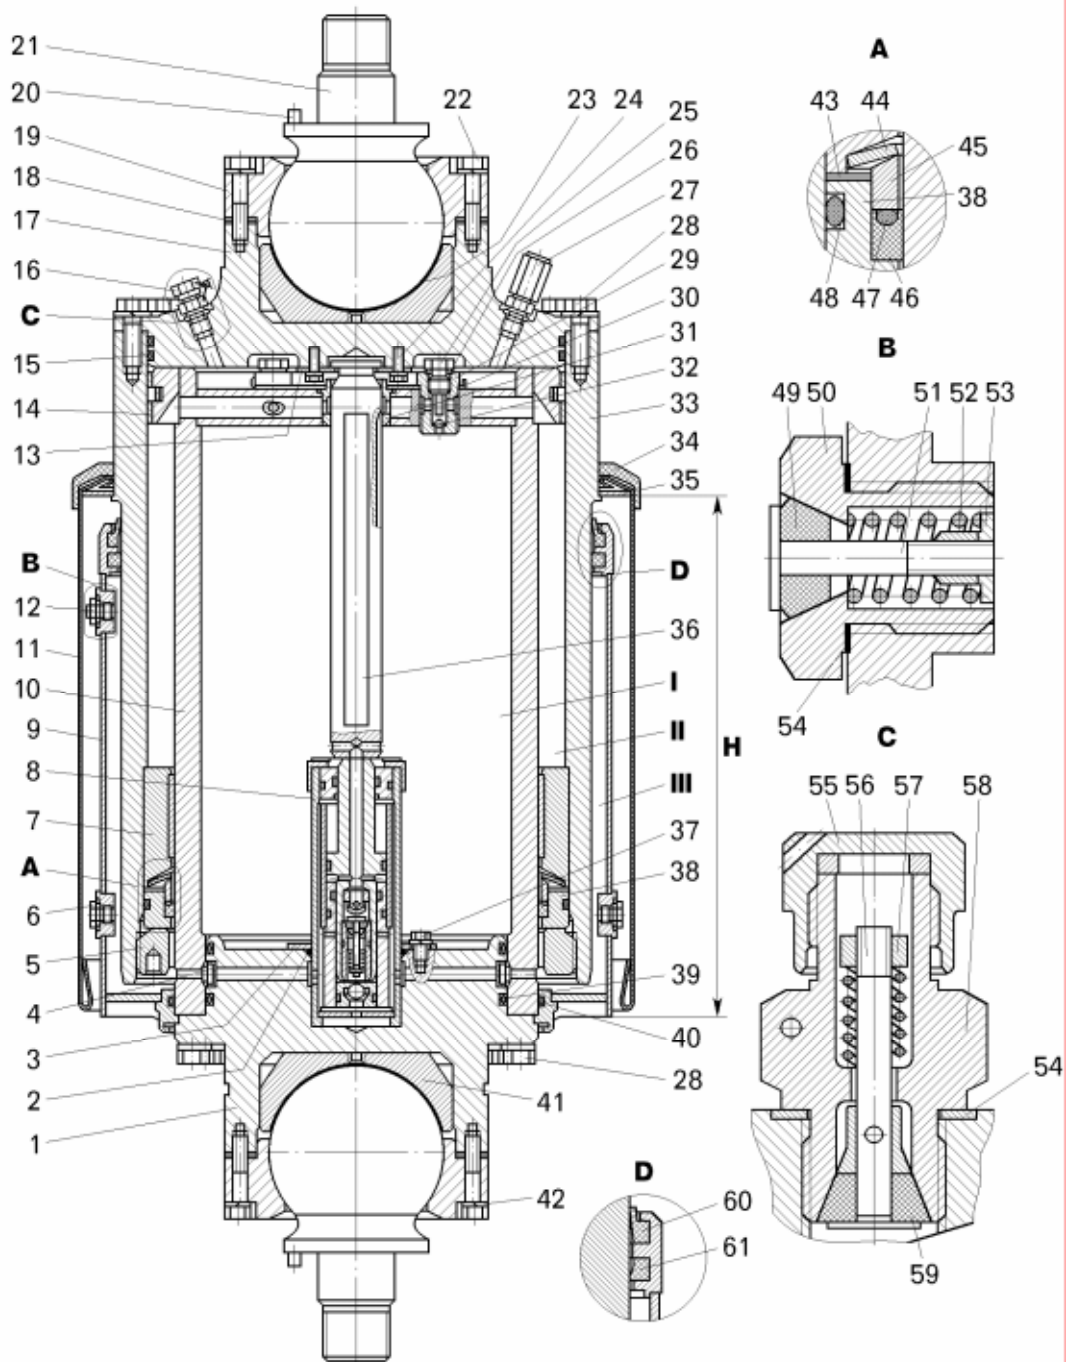

Рисунок 8.1.3 – Пневмогидравлический цилиндр подвески:
Цилиндр подвески (рисунок 8.1.3) представляет собой пневматическую рессору поршневого типа в комбинации с гидравлическим амортизатором. Рабочим элементом в цилиндре является технический газообразный азот. В качестве рабочей жидкости в цилиндре подвески применяется амортизаторная жидкость Лукойл-АЖ, ГРЖ-12, или МГП-12.
Для контроля размеров установить разгруженный самосвал на ровной горизонтальной площадке. Цилиндр подвески считается нормально заряженным, если торец кожуха 9 (рисунок 8.1.3) находится против зоны допустимого разброса размера рабочей шкалы линейки. При измерении размера Н линей-
Насос цилиндра 8 (смотри рисунок 8.1.3) обеспечивает поддержание уровня рабочей жидкости при утечках ее из полости I до определенной величины. Если уровень масла в кожухе выше контрольной пробки, сливать его не следует, так как в процессе работы насос перекачает его внутрь цилиндра.
Перед разборкой снять с цилиндра уплотнитель 34 (смотри рисунок 8.1.3), защитный чехол 11 и кольцо 35.
- при помощи специального штуцера 8 (смотри рисунок 8.1.17) открыть зарядный клапан 16 (рисунок 8.1.3), чтобы убедиться в том, что в цилиндре газ отсутствует, приподниманием стержня 51 с уплотнительным конусом 49 предохранительного клапана выпустить газ из кожуха;